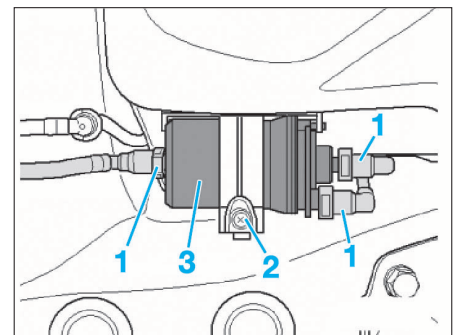

FIG. 32
- Débrancher les conduites (1) (Fig.32).